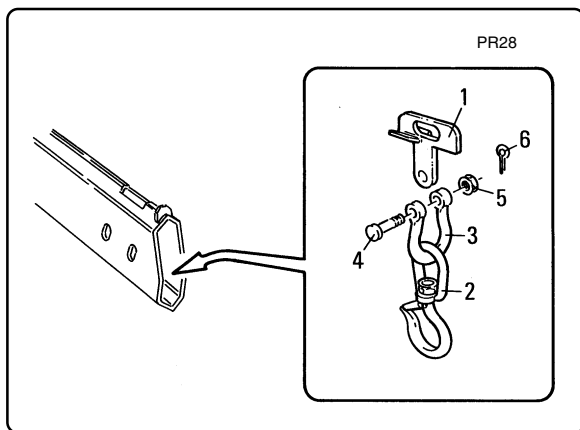

fig. 9.1.15
9.1.10.4- Montaggio del gancio sulla prolunga provvista di staffa mobile all'interno del braccio (fig. 9.1.15)
9.1.10.4- *Fitting the hook onto the extension with moving bracket inside the boom (fig. 9.1.15)*